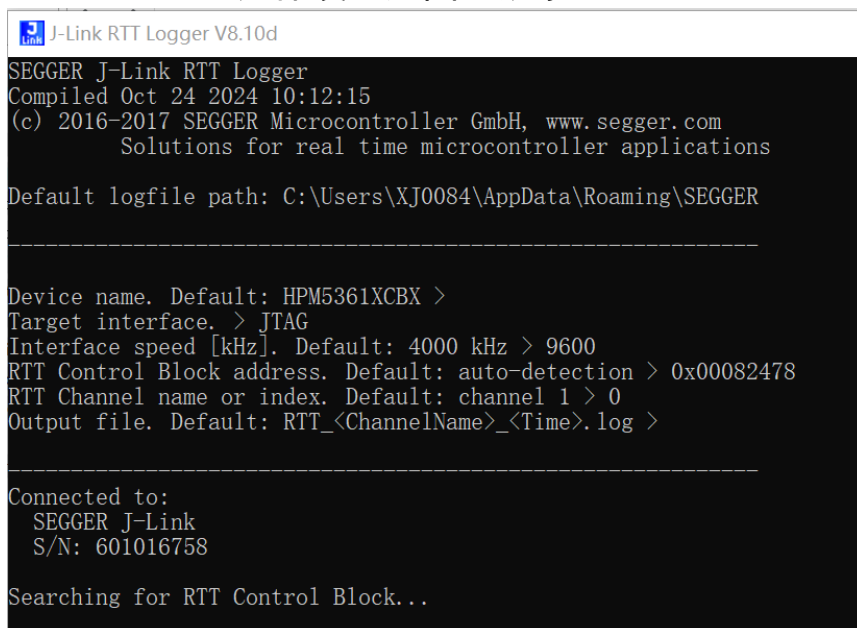

图37 JLink设置
- (3) 打开Jlink-RTT-Logger程序，本文测试使用的是V8.12版本。Target interface设置为JTAG；interface speed设置为9600；RTT control address设置为0x0008242c（在demo.map文件中找到_SEGGER_RTT的地址），RTT channel:0具体设置如图37所示。